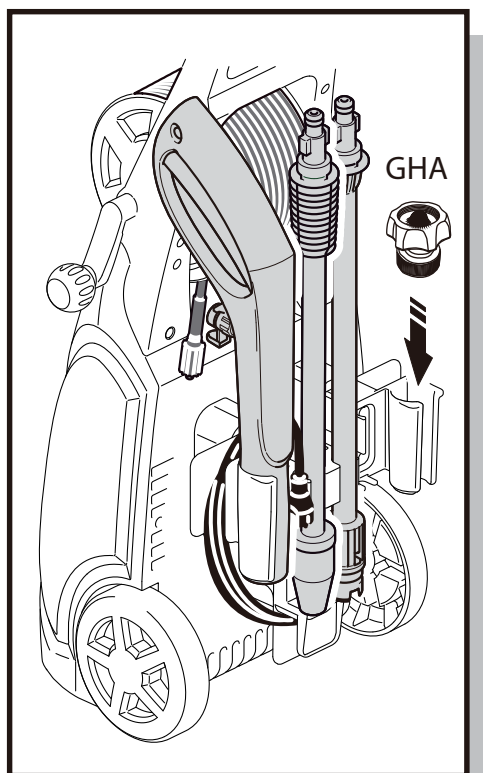

Fig. 19
- Quand le nettoyeur n'est pas en marche, le connecteur tuyau GHA (Garden Hose Adapter) peut être mis dans le rangement accessoires, afin d'en prévenir la perte ou l'endommagement (Figure 19).
- Enlevez la lance ou le canon à mousse du pistolet et mettez-les à l'intérieur du rangement accessoires. Placez le pistolet dans un slot du rangement accessoires. Encastrez et rangez les lances dans les demi-cercle supports d'attache (Figure 19). Veillez à enlever tout résidu de détergent du canon à mousse. Rincez la bouteille et la buse avec de l'eau propre pour prévenir le débouchement.